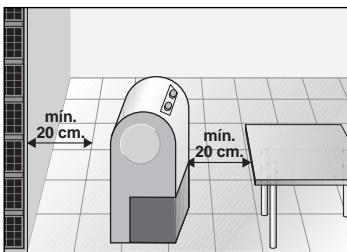

Fig. 4
- ❑ Para asegurar un correcto funcionamiento del equipo es necesario mantener unas distancias mínimas de 20 cm con objetos adyacentes. Ver fig. 4.